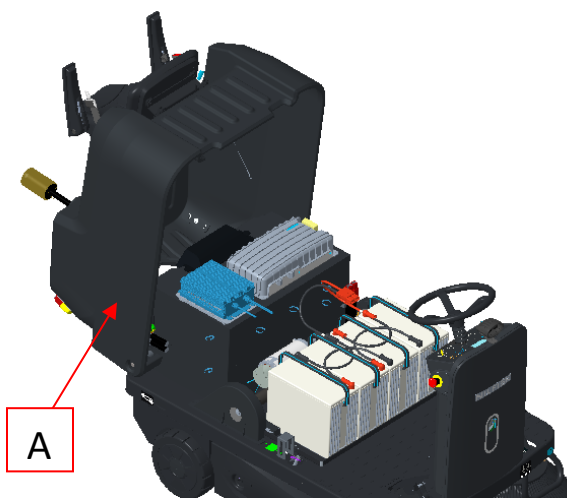

Figure 55
2. ouvrir doucement le capot (A, figure 55).